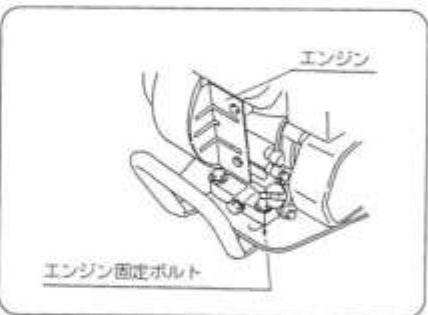

図31
- ③ 調節ボルトにおいて調整不可の際はエンジン固定ボルト(4本)を緩め、エンジンを前に移動させてベルトの張り具合を調整します。(図31)